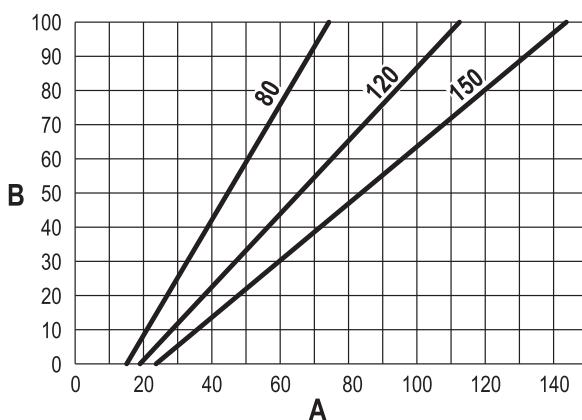

fig. 62
- Premere i tasti **contestuali 1 e 2** per aumentare o diminuire la portata termica (minima = 00 - Massima = 100). Vedi diagramma "Regolazione Portata Termica" (fig. 62).